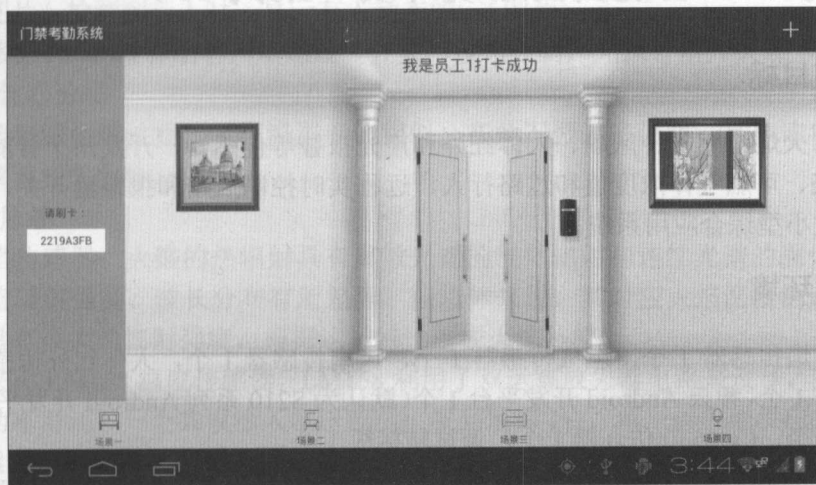

图 4.30 打卡成功
(5) 当开发者添加至数据库成功后,再次刷卡,TextView 会显示“我是员工 1 打卡成功”,如图 4.30 所示。